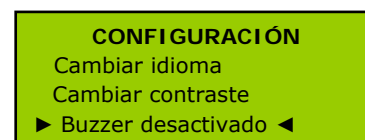

Figura 23.
- "Buzzer activado / Buzzer desactivado" permite habilitar y deshabilitar el Indicador acústico luminoso. Para seleccionarla, coloque los cursores junto a esta opción como se muestra en la Figura 23 y pulse [ENTER].